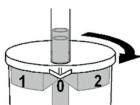

Abb. 2
3. För normal sugning, vrid burken tills pilen på locket pekar mot ett öppet läge ("0") (**Fig. 2**)